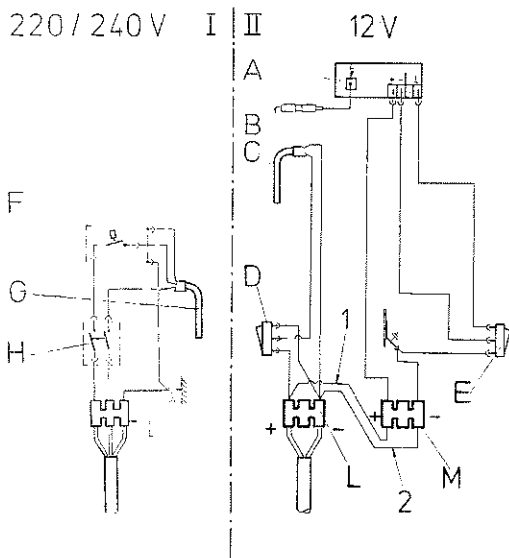

Fig. 6
Schéma de câblage: voir fig. 6.
La fig. 6 montre le schéma de câblage du réfrigérateur tel que celui-ci est livré. L'alimentation 12 V arrive en (L). L'allumeur (A) est alimenté par l'intermédiaire de deux shunts (1) et (2) sur le domino (M).